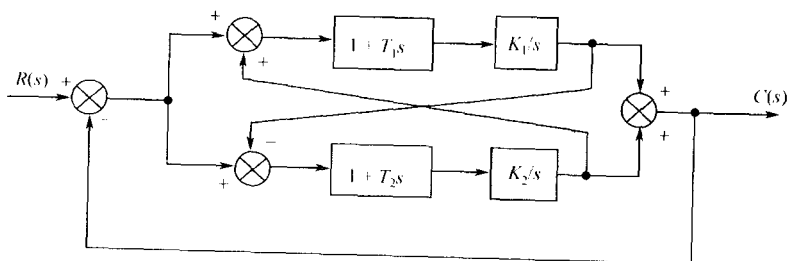

图 2-5 系统框图
4. 系统框图见图 2-5,求传递函数 $C(s)/R(s)$ 。